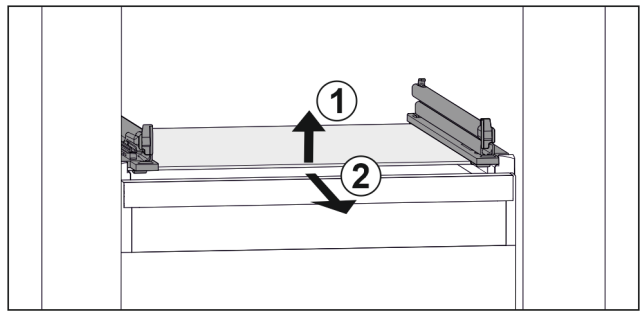

Fig. 54 Voorbeeldweergave van glasplaat
- ▶ Glasplaat aan de voorkant optillen. Fig. 54 (1)
- ▶ Glasplaat naar voren toe verwijderen. Fig. 54 (2)